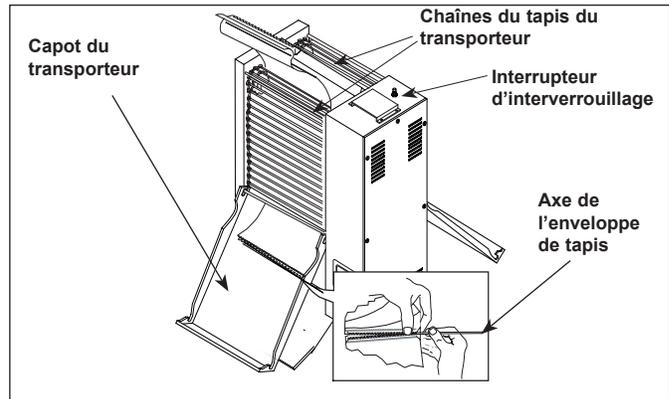

Figure 11. Retrait de l'enveloppe de tapis
3. Ouvrez les deux capots du transporteur et sortez l'axe de l'enveloppe de tapis du zip (Figure 11).
5. Nettoyez les deux chaînes du tapis du transporteur tout comme s'il s'agissait du nettoyage quotidien d'enveloppes de tapis (Figure 11).